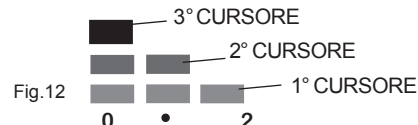

Fig.12
-Ogni **COLONNA** è formata da tre **CURSORE** di temperatura (Fig.12) :